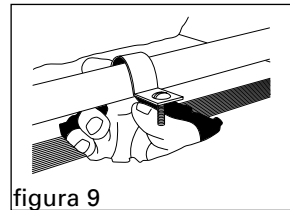

figura 9
6. Cierre automáticamente la abrazadera sobre el tubo exterior y ponga en el centro sobre el hueco con los tornillos boca abajo (figura 9).